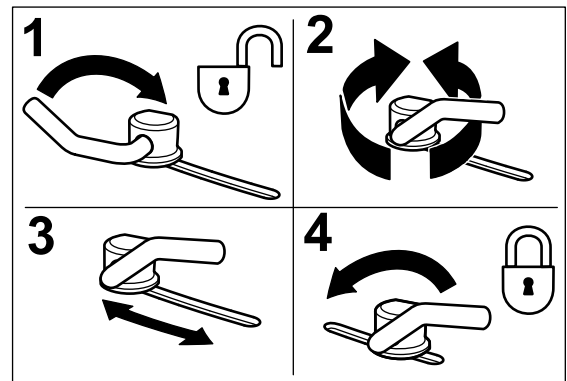

Figura 13
1. Para ajustar los bloqueos de leva, levante la palanca para aflojar el bloqueo de leva (Figura 13).
3. Devuelva la palanca a su posición original para apretar el deflector y los bloqueos de leva (Figura 13).